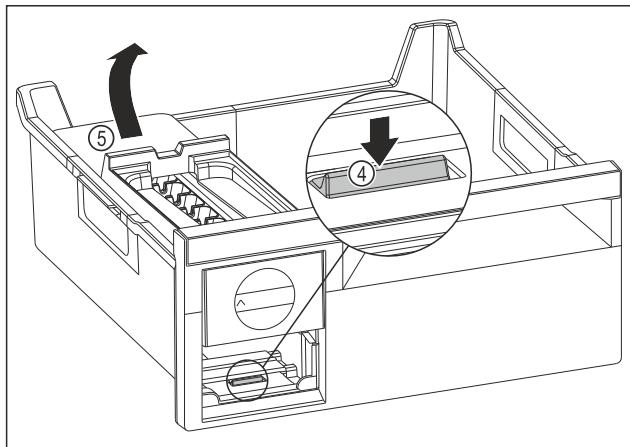

Fig. 68
- ▶ 取出 EasyTwist-Ice 机身：用手指朝下按压接片 Fig. 68 (4)并同时从后面用另一只手提升 EasyTwist-Ice 机身 Fig. 68 (5)。